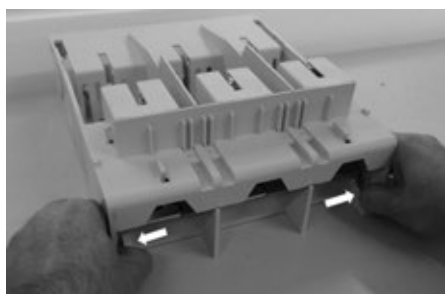
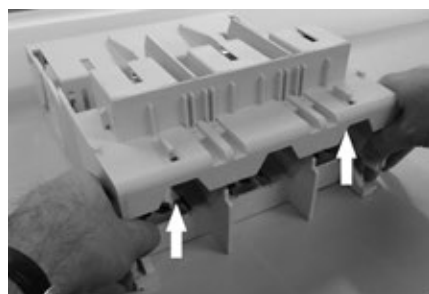

Figura 7
Figura 8
- Flexione ambos os grampos da proteção (Figura 7) e ao mesmo tempo remova a proteção de terminais selecionada da base (Figura 8).